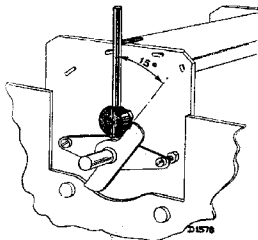

Fig. 5
3. De 15° mal aanbrengen (zie fig. 5).